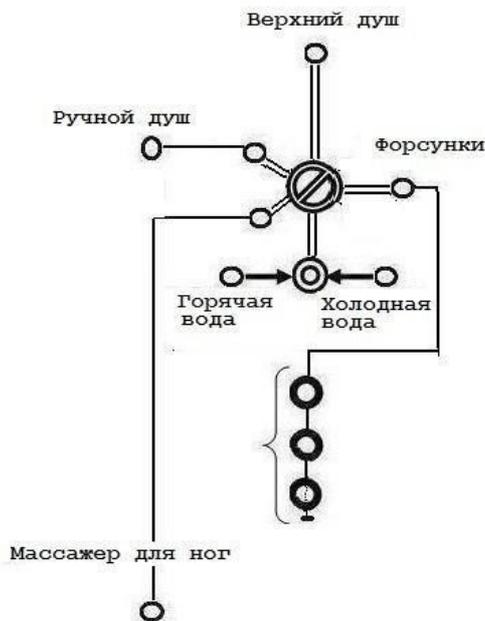

Рис. 8
3.5. Подключение шлангов. Производится в соответствии со схемой подключения (рис. 8, 9)
5. Подключение к системе водоснабжения (рис. 8, 9)
Подсоедините трубы горячего и холодного водоснабжения к входам смесителя в соответствии со схемой подключения воды (рис. 8 и 9).